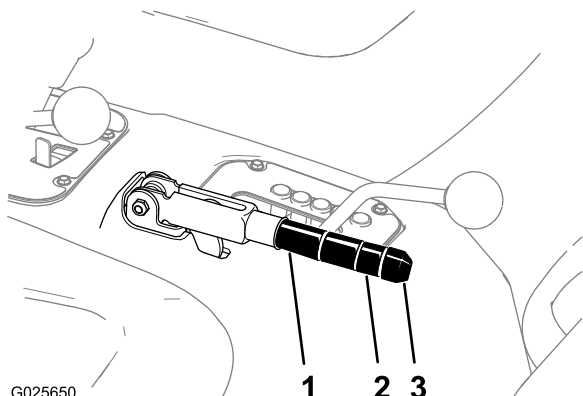

Figura 80
2. Allentate la vite a pressione che fissa la manopola alla leva del freno di stazionamento (Figura 80).
3. Girate la manopola (Figura 80) finché non occorre una forza di 20–22 kg per azionare la leva.
4. Serrate la vite a pressione una volta finito (Figura 80).